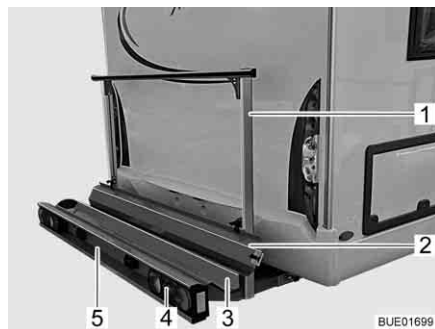
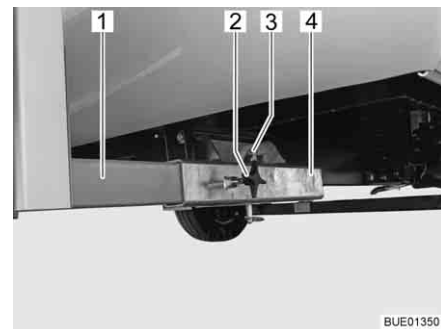

Fig. 6 Porte-charges
Fig. 7 Fixation sur le véhicule
Le porte-charges (Fig. 6) permet de transporter une moto ou un scooter d'un poids allant jusqu'à 130 kg.
- Réceptacle (Fig. 6,3) et étrier de fixation (Fig. 6,1) avec fixation sur le véhicule (Fig. 7)
- Feux arrières (Fig. 6,4)
- Éclairage plaque minéralogique (Fig. 6,5)
- Rail d'accès (Fig. 6,2)
Les deux longerons (Fig. 7,1) du porte-charges sont fixés avec des vis à gâret (Fig. 7,2) sur les réceptions quatre pans (Fig. 7,4) situées sur le plancher du véhicule. Le porte-charges est bloqué par un boulon (Fig. 7,3) avec circlip.